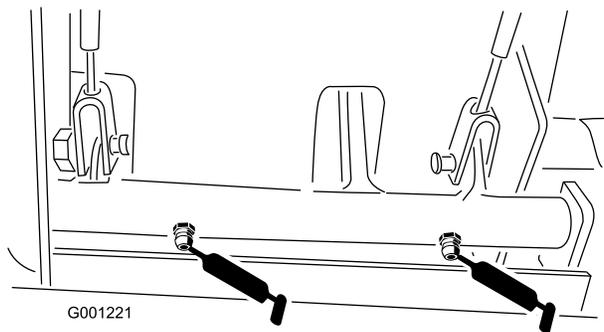

図 39
- ブレーキのピボットブッシュ(図 39)
- ブレーキケーブルホイール側とペダル側の端部(図 39)